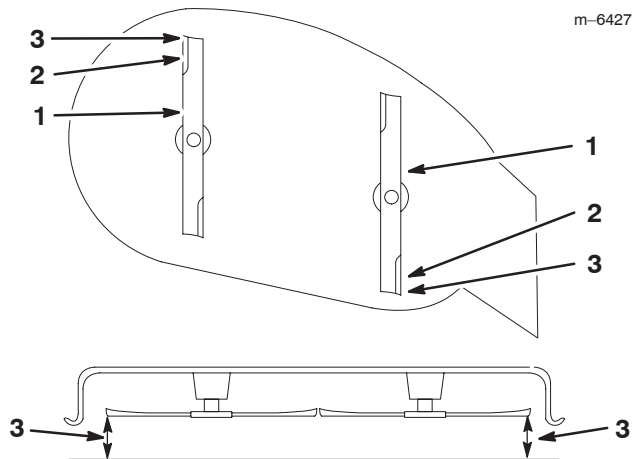

Figure 40
8. Réglez la hauteur de coupe à la position **D** [76 mm (3 pouces)] et tournez les lames avec précaution dans le sens longitudinal (Fig. 40).
9. Mesurez la distance entre la pointe de la lame avant et la pointe de la lame arrière par rapport à la surface plane (Fig. 40). Si la pointe avant de la lame n'est pas de 1,6 à 7,9 mm (1/16–5/16 pouce) plus basse que la pointe arrière, réglez les contre-écrous avant.